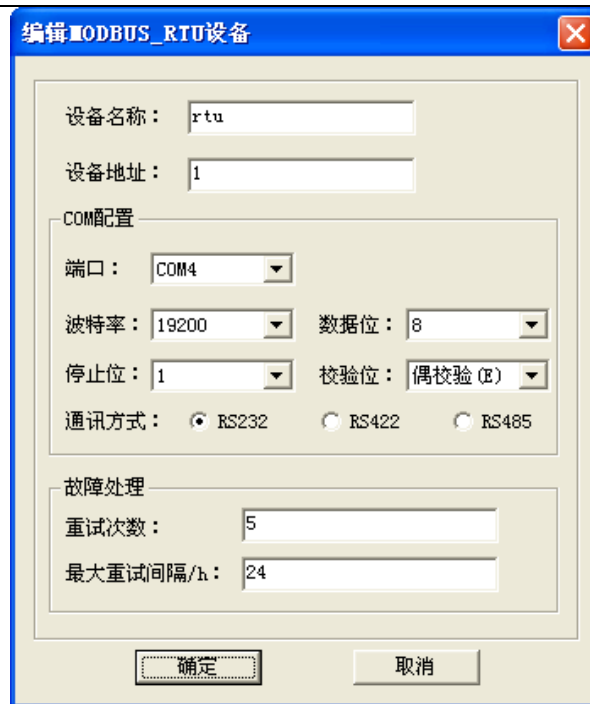

图 6-24 编辑 MODBUS_RTU 窗口
- (2) 编辑“逻辑名称”、“设备地址”、“COM 配置”，如图 6-24 所示，点击“确定”按钮，添加成功。
(3) 选中需要修改的 MODBUS_RTU 设备，右键/编辑，或菜单栏中设备/编辑，或者点击编辑图标“”，即可弹出编辑窗口，如上图 6-24 所示。